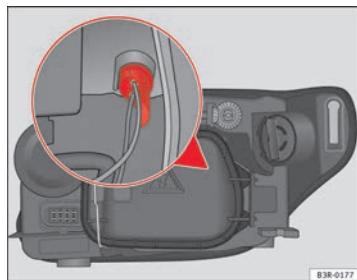

Fig. 221 Lampadina Luci di posizione
- Estrarre il portalampada afferrandolo per l'impugnatura ⇒ fig. 221 (si può estrarre anche tirando i cavi del portalampada).